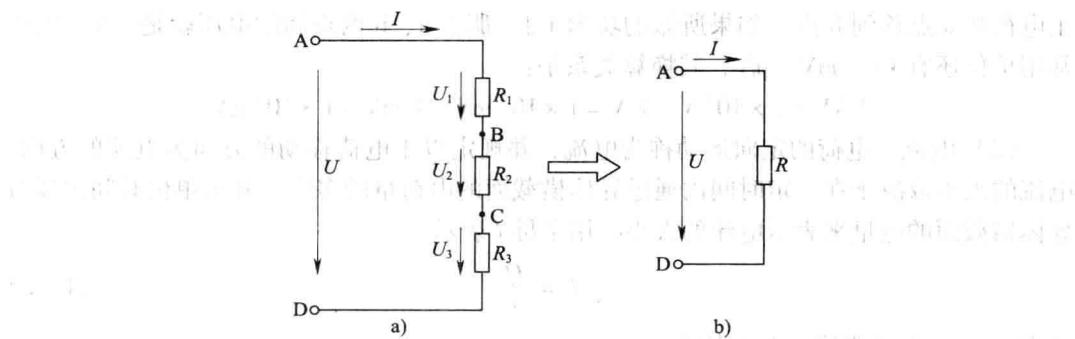

图1—1 电阻的串联及其等效电路
(1) 电阻的串联。如图1—1a所示的电路是由三个电阻构成的串联电路。串联电路的特点如下: